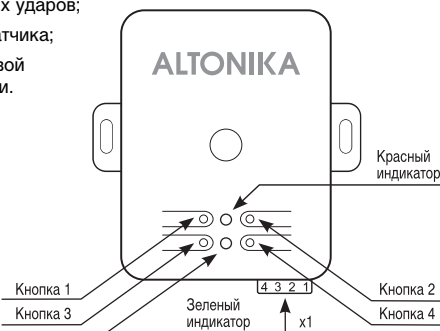

Рис. 1.
1. Для записи *первого* звукового кода нажмите и удерживайте кнопку 1 (рис. 1) в течение трех секунд, пока не загорится красный индикатор.
Для записи *второго* звукового кода нажмите и удерживайте кнопку 3 (рис. 1) в течение трех секунд, пока не загорится красный индикатор.
В датчике имеются два индикатора (рис. 1). Они служат для индикации: